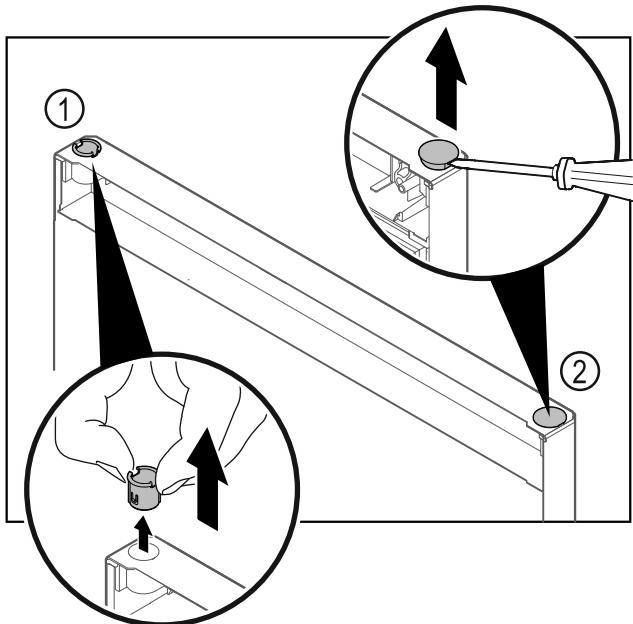

Fig. 22
- Nxirrni jashtë bokullën e menteshës Fig. 22 (1) me gishta.
- Ngrini lart me kujdes tapën mbuluese Fig. 22 (2) me një kaçavidë me kokë petë dhe nxirreni jashtë.